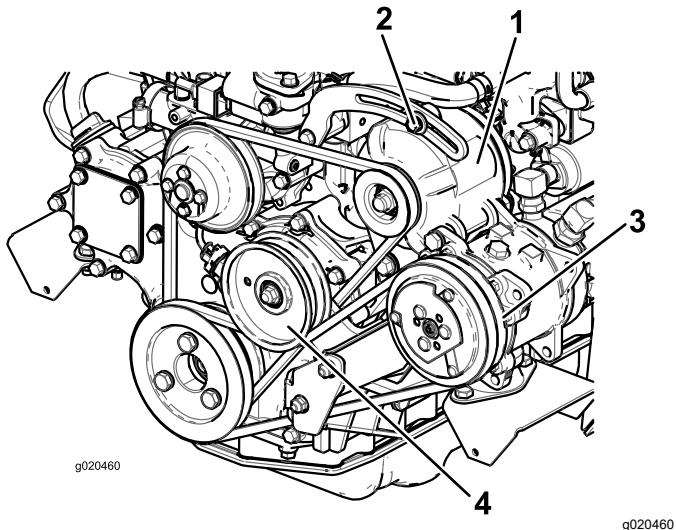

Figure 114
Si vous n'obtenez pas une flèche de 10 mm (3/8 po), desserrez les boulons de fixation de l'alternateur (Figure 114).
2. Si vous n'obtenez pas une flèche de 10 mm (3/8 po), desserrez les boulons de fixation de la poulie de tension (Figure 114). Augmentez ou diminuez la tension de la courroie du compresseur et resserrez le boulon. Contrôlez de nouveau la flèche de la courroie pour vérifier si la tension est correcte.
Vérifiez l'état et la tension de la courroie (Figure 114) toutes les 100 heures de fonctionnement.